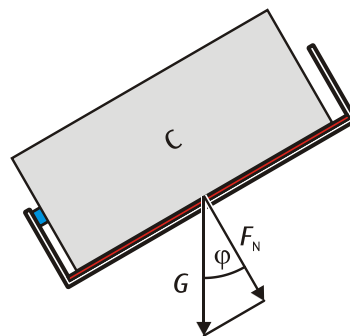

Fig. 3 : Mesures avec corps C sur une trajectoire de frottement inclinée
- Placez le corps C à plat par-dessus, de manière à ce que les poulies reposent sur le côté étroit incliné vers le bas (cf. fig. 3).